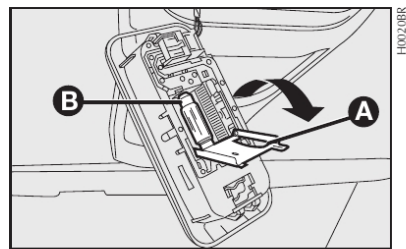

fig. 35
2) abrir a tampa **A-fig. 35** no sentido indicado pela seta;
3) substituir a lâmpada cilíndrica **B-fig. 35**.